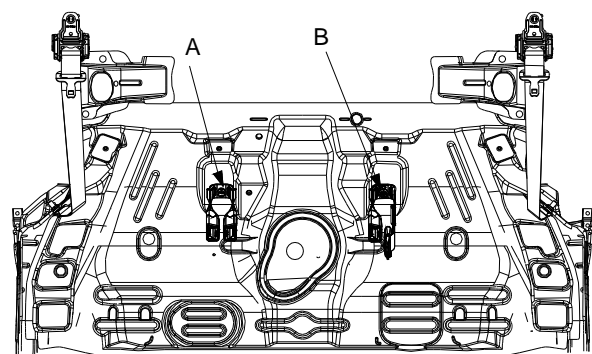

图 21-1-7
1、先参照座椅的拆卸方法将座椅的拆卸方法把后排座椅拆下来, 放到车外, 然后根据需要可以先拆卸后排中间两点式安全带 A 和带扣总成 B。图 21-1-7